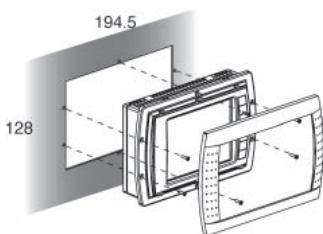

Fig. 2
Терминалы этого варианта разработаны специально для монтажа на панели. Шаблон для сверления с размерами 194,5x128 мм, с шестью круглыми отверстиями (каждое по 4 мм в диаметре), см. рис. 2 и 4. Для установки выполните следующие действия:
- Вставьте в вырез панели терминал со снятой передней рамкой и закрепите на месте при помощи шести винтов с потайной головкой из комплекта поставки (способ закрепления см. рис. 2), после чего убедитесь в правильности расположения переднего резинового уплотнения.